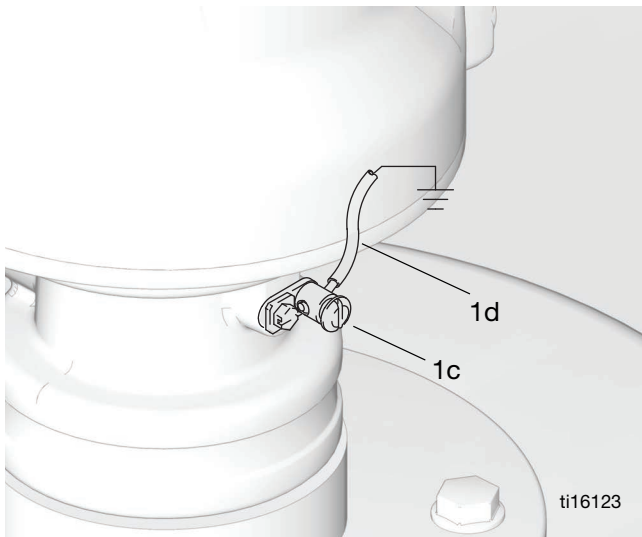

Рис. 1
**Насос.** используйте провод заземления и зажим (Рис. 1).